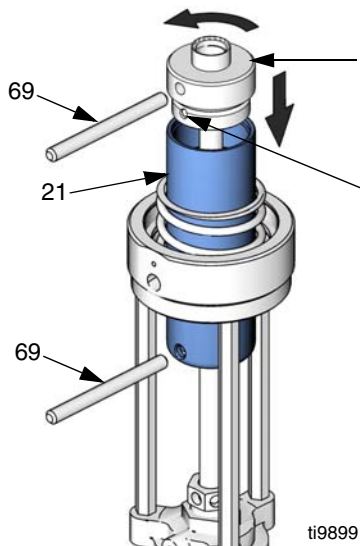

FIG. 13
4. Insérez une des tiges (69) dans le trou en bas du piston (21) pour l'empêcher de tourner. Mettez l'autre tige (69) dans le trou en haut du piston pour dévisser le haut du piston (17), et exposer la cheville (19). Voir la FIG. 13.